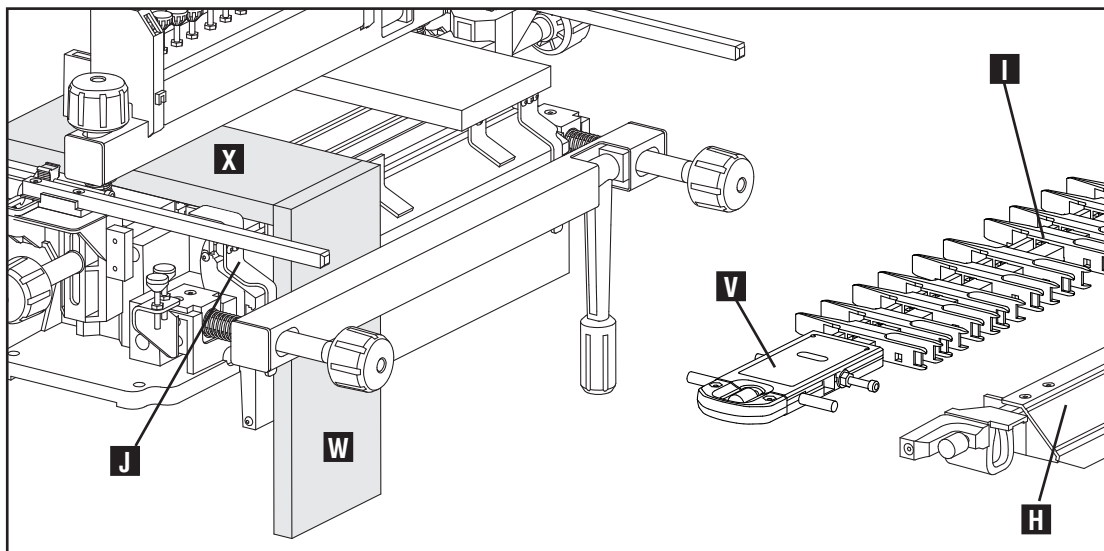

Fig. E11
1. Retire la barra del estabilizador (H) Fig. E11 y retire la plantilla (I).
2. Coloque el material de descarte horizontal (X) en la horma.
3. Coloque la plantilla nuevamente en la horma. La etiqueta amarilla "Colas B" (V) debe encontrarse en el lado superior izquierdo.
4. Deslice la tabla con cola vertical (lado de la gaveta) (W) contra la plantilla descendida (I) (se muestra fuera del trayecto para más claridad) con la "superficie exterior" mirando hacia abajo. Deslice una pieza de material de descarte horizontal (X) en el lugar detrás de la pieza vertical para reducir el desprendimiento.